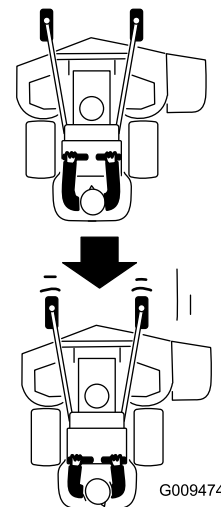

Figura 22
2. Tirate lentamente indietro le leve di controllo del movimento (Figura 22).